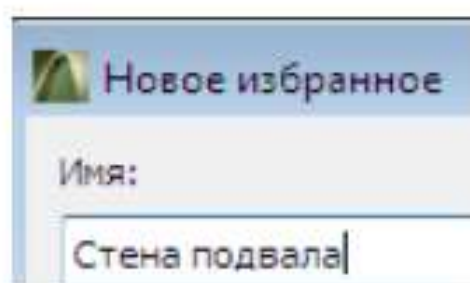

Рисунок 8.2
7. Сохраните эти параметры в **Избранном** под именем **Стена подвала** (рисунок 8.2).